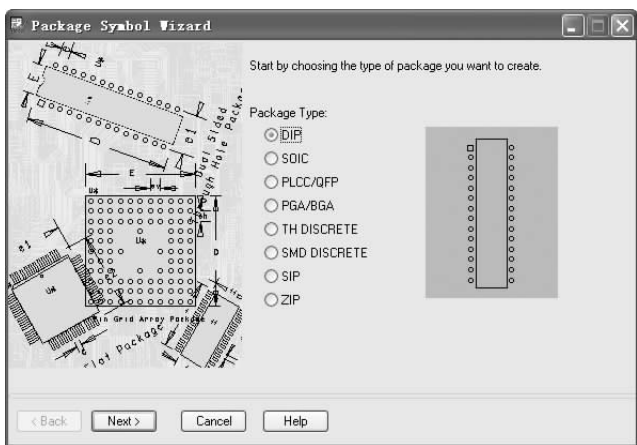

图 9-10 “Package Symbol Wizard” 对话框
2. 完成设置后，单击 **OK** 按钮，将弹出“Package Symbol Wizard”对话框，如图 9-10 所示。在“Package Type (封装类型)”选项列表内显示了 8 种元件封装类型。